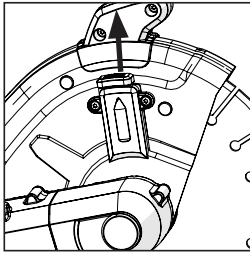

FIG. 4
- Actionnez le système de verrouillage du protège-lame en tirant la goupille de verrouillage vers le haut. (Fig. 4)